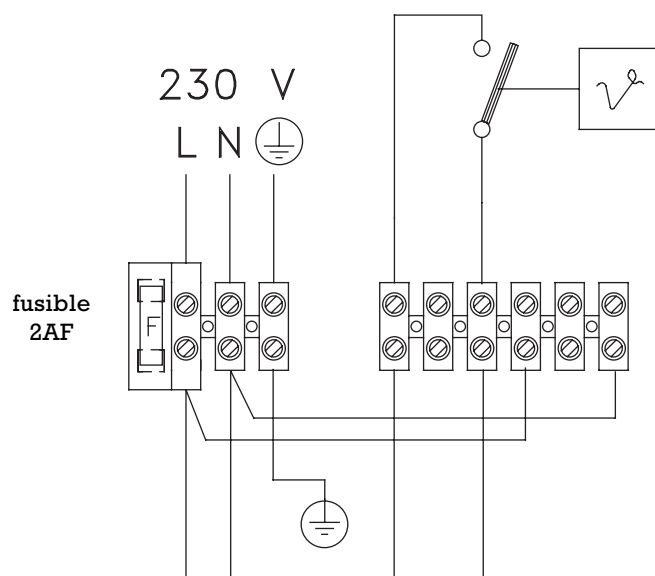

Fig. 12
- procéder au branchement électrique comme indiqué fig.12.